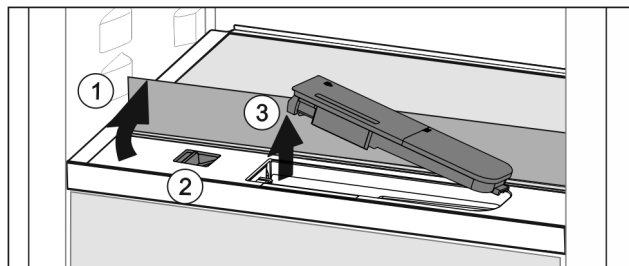

Fig. 150
- ▶ Podignite staklenu ploču i otklopite je do graničnika prema natrag Fig. 150 (1).
- ▶ Pomaknite Fig. 150 (2) klizač ulijevo.
- ▶ Izvadite spremnik za vodu Fig. 150 (3).